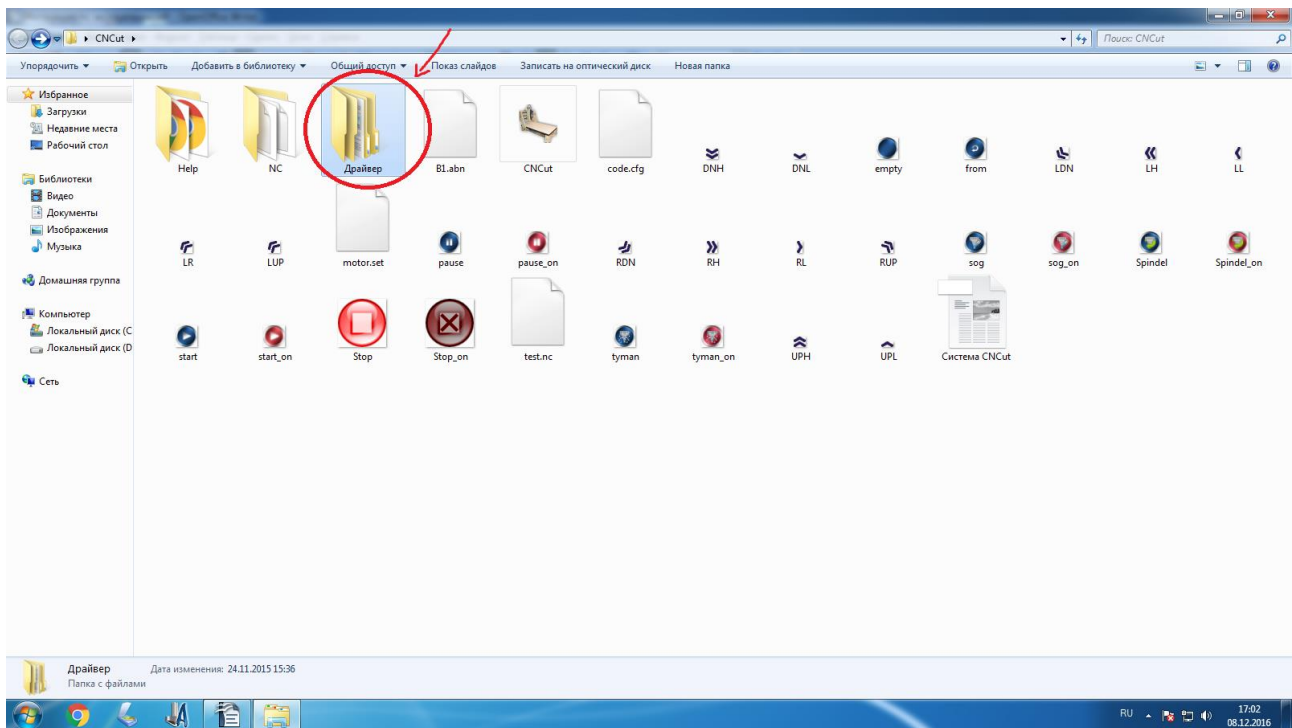

Рисунок 3. Открытие папки «Драйвер»
3) Откройте папку «Драйвер», рисунок 3